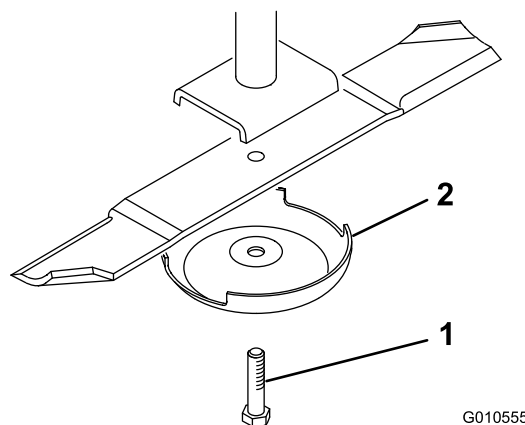

Figura 32
2. Afferrate l'estremità della lama con un cencio o un guanto bene imbottito. Togliete il bullone, la coppa antistrappo e la lama dall'asse del fusello (Figura 32).